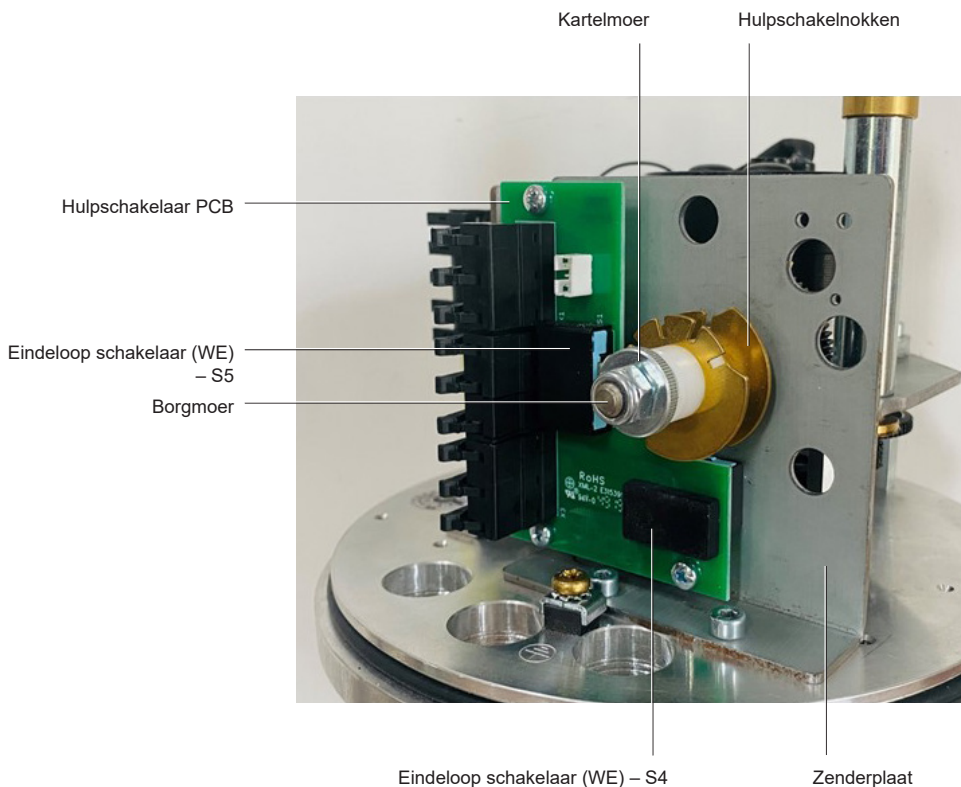

Fig. 9 Opstelling hulpslagschakelaar (WE) (1-6 kN)
- Monteer de zenderplaat compleet met hulpslagschakelaars op de grondplaat van de servomotor. Zie Fig. 9 "Opstelling hulpslagschakelaar (1-6 kN)" voor meer informatie over het product.